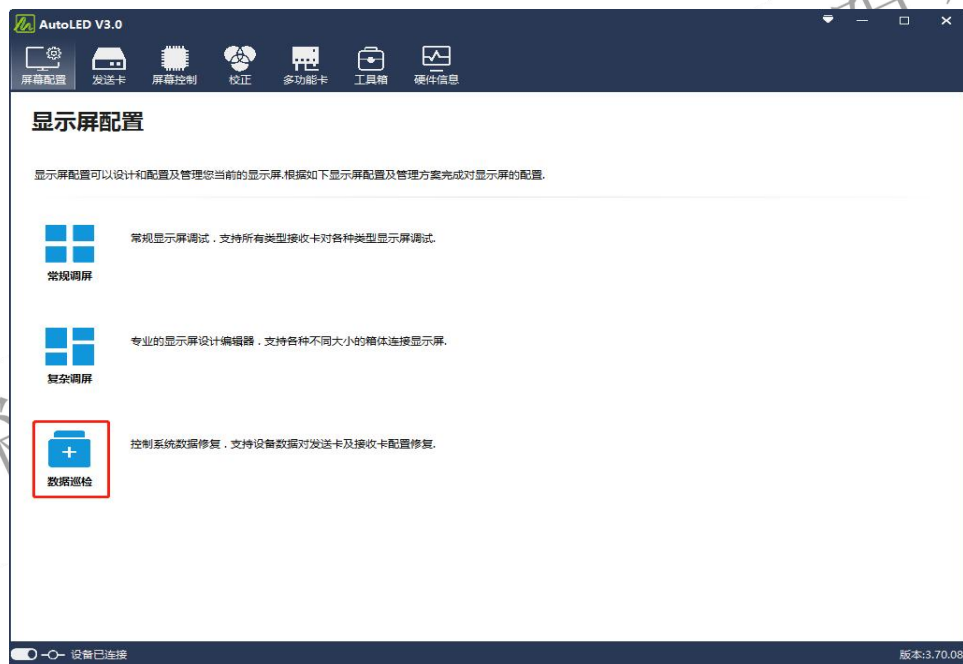

图 4-4-2 数据巡检入口图
(2) 点击“屏幕配置—数据巡检”，进入控制系统参数巡检界面。如图 4-4-2 所示。